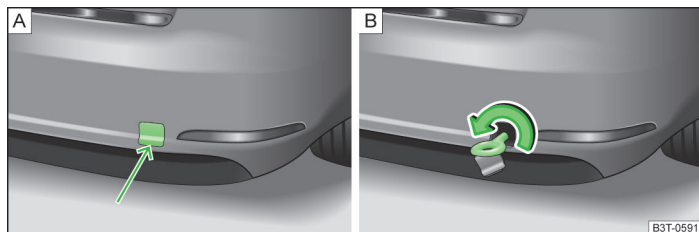

Fig. 188 Paragolpes trasero: desmontaje de la caperuza protectora / montaje de la argolla de remolque
- Presionar la parte inferior de la caperuza protectora en el paragolpes trasero » fig. 188 - A y extraerla.
- Atornillar la argolla de remolque hacia la izquierda hasta el tope » fig. 188 - B, y tirar de ella lo más firmemente posible. Para fijar la argolla recomendamos utilizar p. ej. la llave para rueda, la argolla de remolque de otro vehículo u otro objeto parecido que se pueda pasar por la argolla.